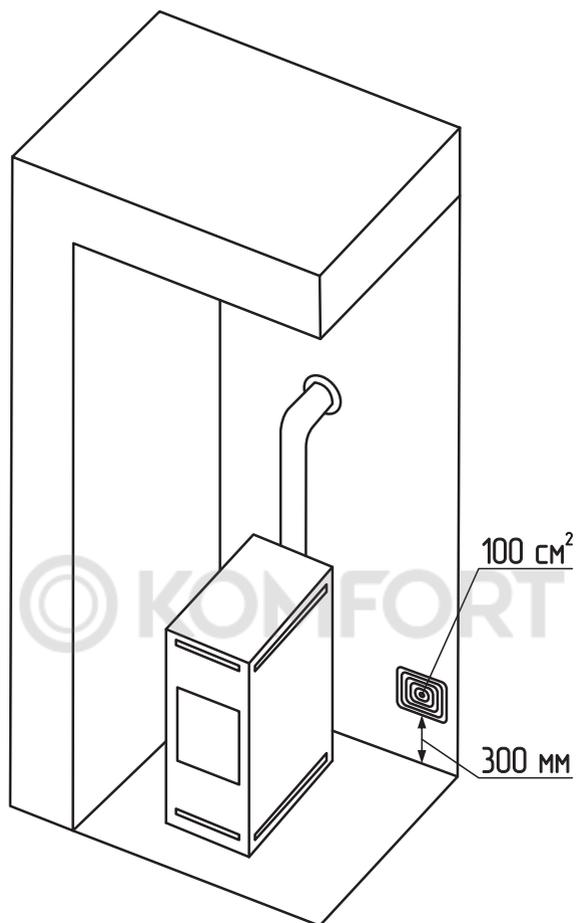

Рис.7 Расположение приточной вентиляции
- Вентиляция может быть организована как в виде вентиляционного отверстия в стене **Рис.7**, так и при помощи вентиляционных каналов. Воздух должен поступать через вентиляционное отверстие непосредственно рядом с камином;